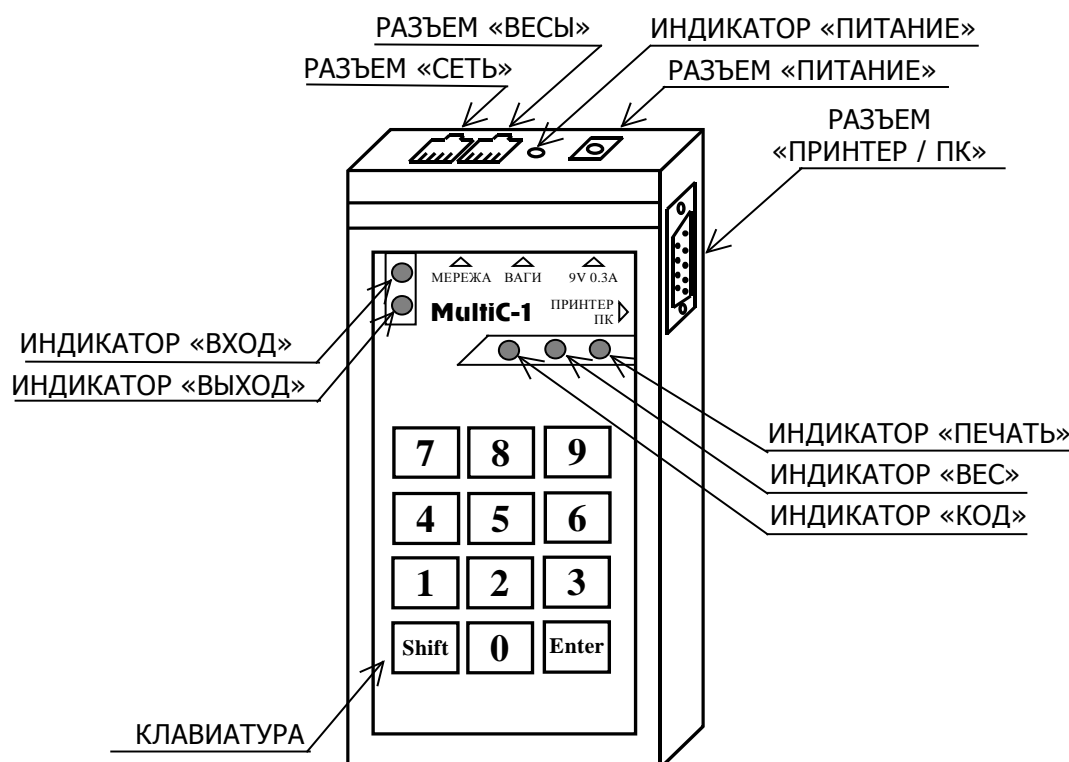

Рисунок 1 Контроллер «MultiC-1+»
2) Подключите контроллер к ПК через разъем «ПРИНТЕР / ПК» на правой панели (см. Рисунок 1 Контроллер «MultiC-1+») с помощью соединительного кабеля, входящего в комплект поставки контроллера.